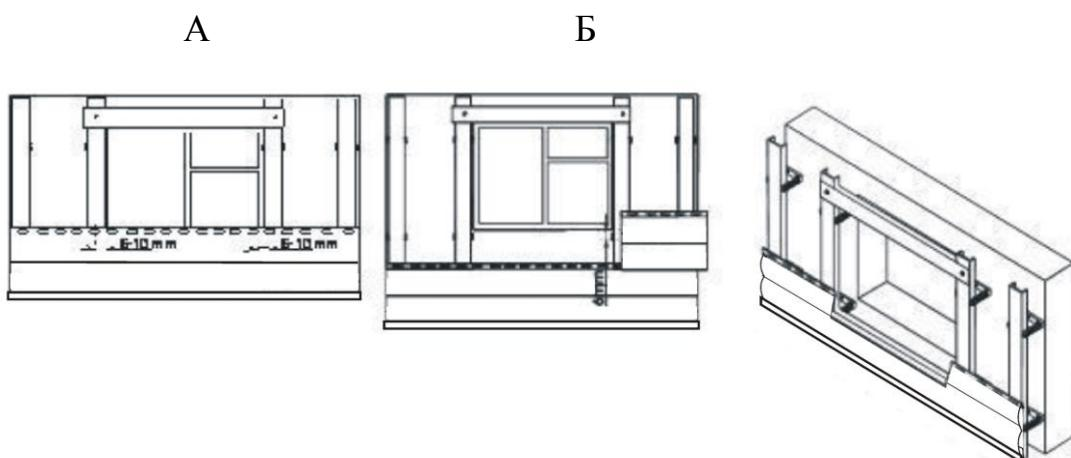

Рис. 6. Подгонка сайдинга под окно.
- Сначала примерьте панель, чтобы края выступали с обеих сторон оконного проема. Затем отметьте на ней ширину окна, добавив 6-10 мм. Полученные отметки покажут места вертикальных отрезов. (рис. 6а)
- Сделайте образец горизонтального отреза. Для этого укрепите небольшой кусок сайдинга возле окна и сделайте на нем отметки на 6 мм ниже подоконника (рис. 6б) с обеих сторон проема окна, поскольку нет уверенности, что уровень окна идеален.